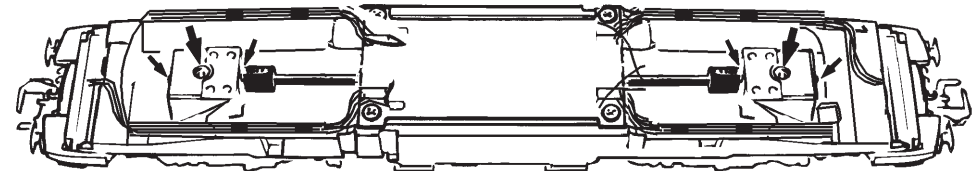

Fig. 10
Schleiferwechsel: siehe Fig. 10
A.C. pick up: see fig. 10
Version en courant alternatif: voir fig. 10